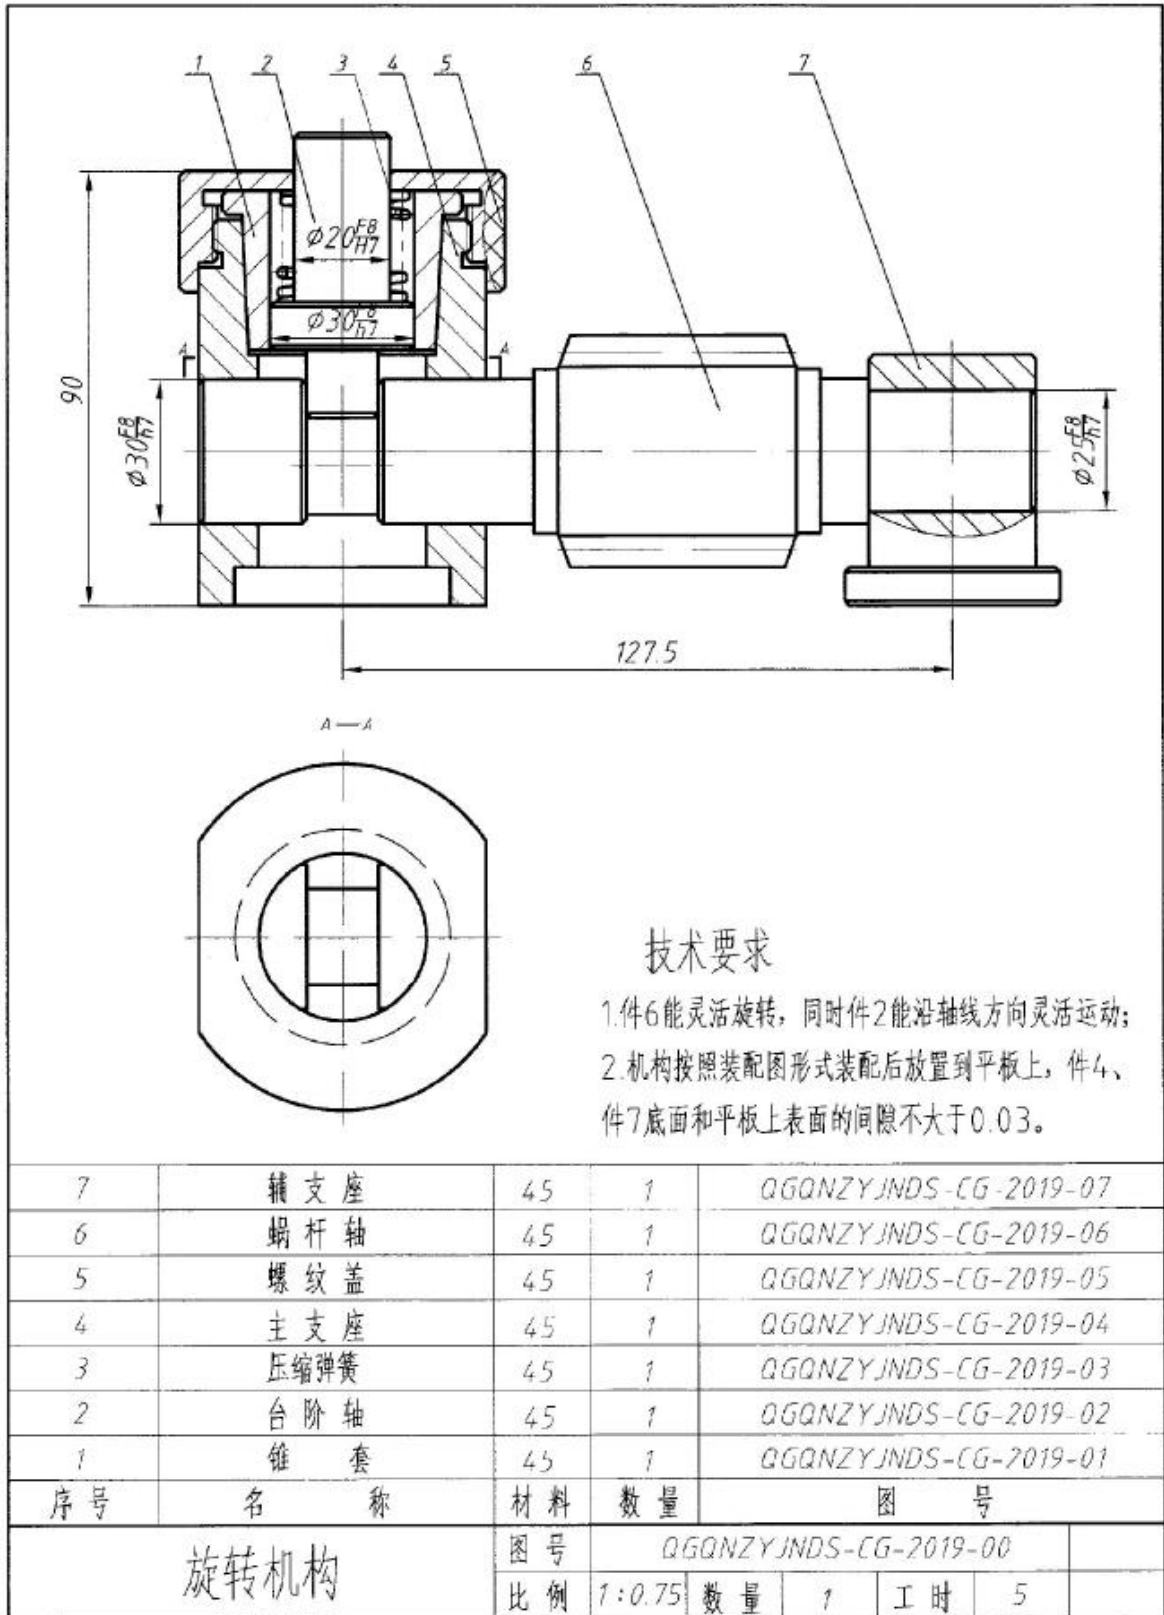

图1 装配图
1) 完成组合件加工并按装配图进行装配，保证相关技术要求，装配示意图见图 1。具体尺寸及相关技术要求现场发布。